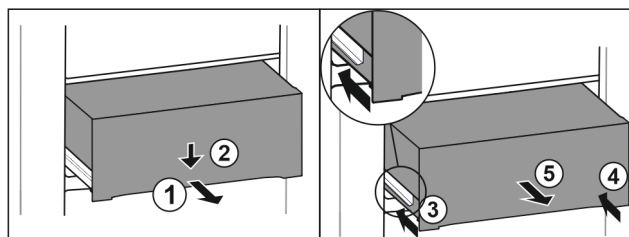

Fig. 64
- ▶ Wyciągnąć szufladę do połowy. Fig. 64 (1)
- ▶ Popchnąć szufladę z przodu w dół. Fig. 64 (2)
- ▶ Wsunąć lewą szynę o ok. 2 cm. Fig. 64 (3)
- ▶ Wsunąć prawą szynę o ok. 2 cm. Fig. 64 (4)
- ▶ Wyjąć szufladę do przodu. Fig. 64 [5]